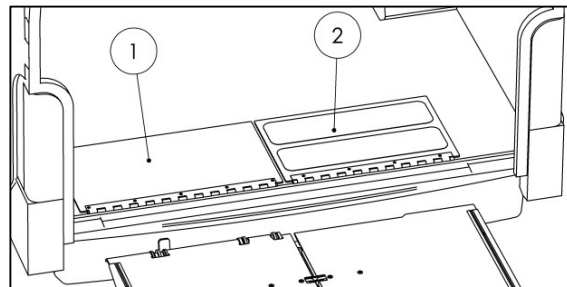

Fig. 70
- Fije la placa del puente con el revestimiento antideslizante (2) en el lado derecho. El revestimiento antideslizante debe mirar hacia arriba cuando la placa del puente esté cerrada (ver Fig. 70).
- Fije la placa puente sin recubrimiento (1) en el lado izquierdo (ver Fig. 70).